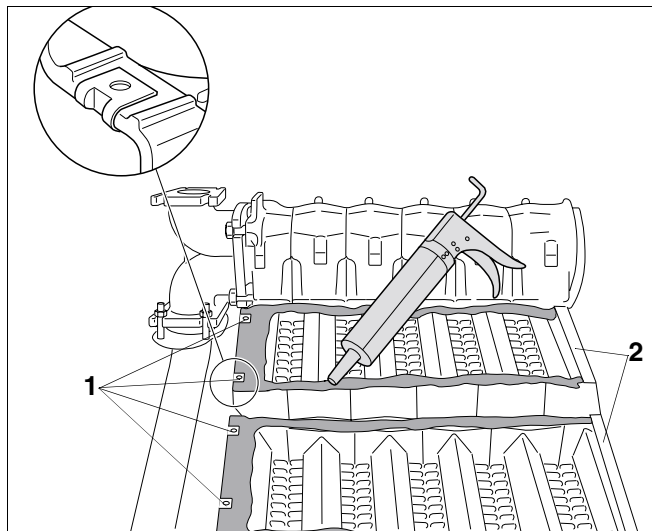

Рис. 33 Установка гаек с защелкой и нанесение герметика
- Установить четыре гайки с защелкой (рис. 33, поз. 1) на конечные секции (спереди, со стороны подключения воды).
- Нанесите герметик также и на гайки с защелкой (рис. 33, поз. 1).
- Нанести поставляемый с котлом герметик на уплотнительные пазы (рис. 33).
Пока не наносить герметик в уплотнительные пазы задних конечных секций (рис. 33, поз. 2).
- Перед монтажом прерывателя тяги нанести герметик в уплотнительные пазы конечных секций (рис. 33, **поз. 2**, стр. 34).